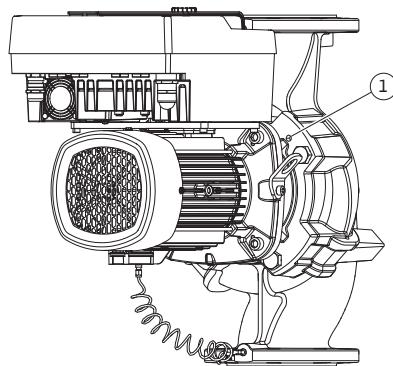

Fig. 10: Издласкайте окомплектовката по резбовите на корпуса
5. Избутайте окомплектовката (виж Fig. 4) от корпуса на помпата. В зависимост от типа на помпата (виж Fig. I ... Fig. IV) има два различни подхода. За типа помпа (Fig. III и Fig. IV), разхлабете болтовете (поз. 29). Използвайте двете съседни резби на корпуса (Fig. 10, поз. 1) и използвайте подходящи болтове, предоставени от клиента (напр. M10 x 25 mm). Използвайте двете резби на корпуса M10 (Fig. 104) за типа помпа (Fig. I и Fig. II). За целта използвайте подходящи винтове, предоставени на място (напр. M10 x 20 mm). Прорезите (Fig. 104, поз. 2) могат да се използват и за избутване.